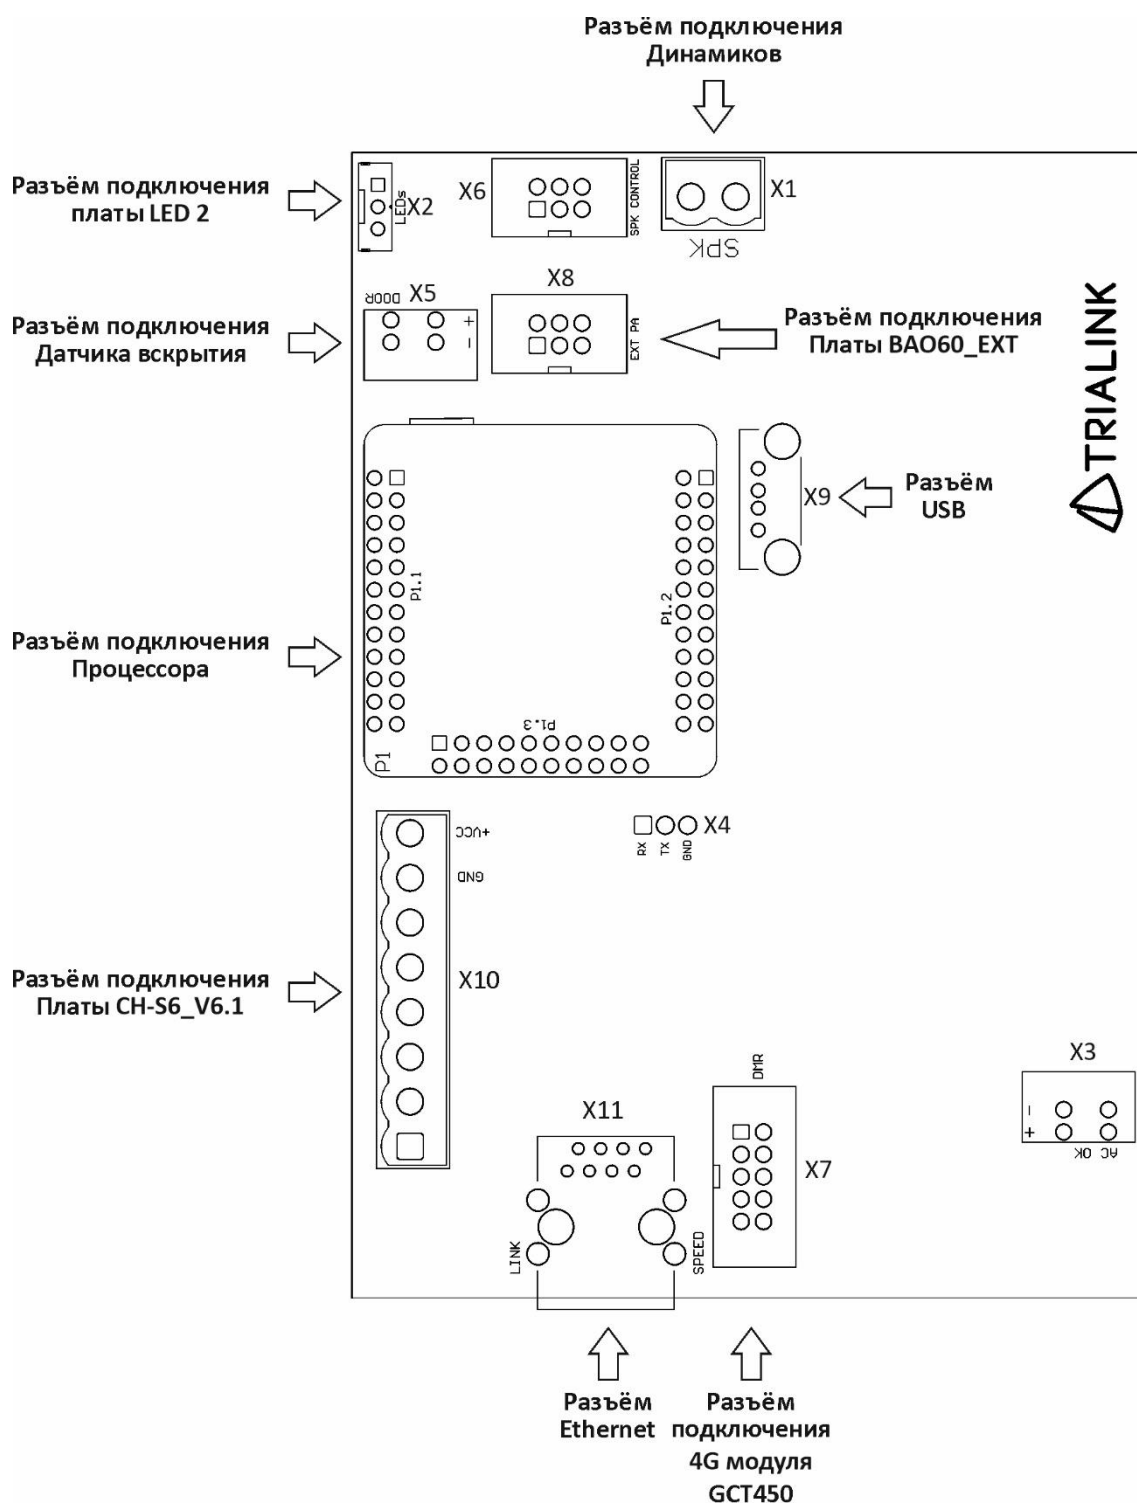

Рис.6 Назначение разъемов на плате ВАО 3.0
3.3.2 Схемы внешних подключений элементов блока БА0-300 (V60M) представлена на Рис.6÷9.